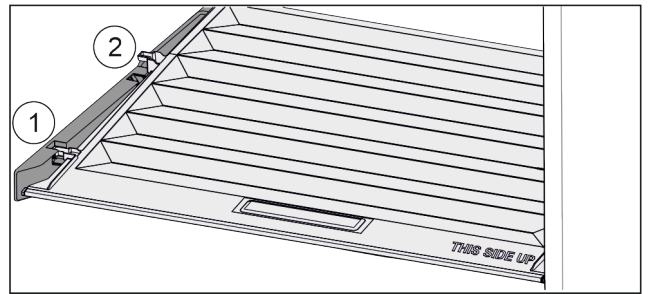

Fig. 102
- ▶ Deslice la tapa hacia delante hasta la abertura de las piezas de sujeción Fig. 102 (1).
- ▶ Levántela por detrás desde abajo y retírela tirando hacia arriba Fig. 102 (2).